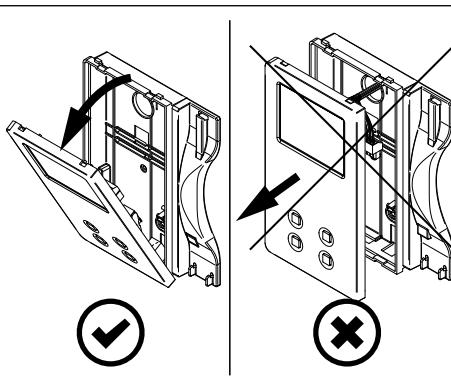

Fig. 2
- Tirare verso l'esterno la parte superiore del coperchio come mostrato in **Fig. 2**. **Non tirare il coperchio in direzione dritta.**